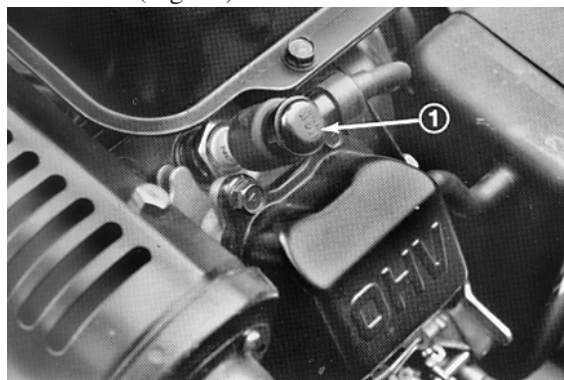

Fig. 25
2. Pulire attorno alla candela e toglierla dalla testa del cilindro (Fig. 25)